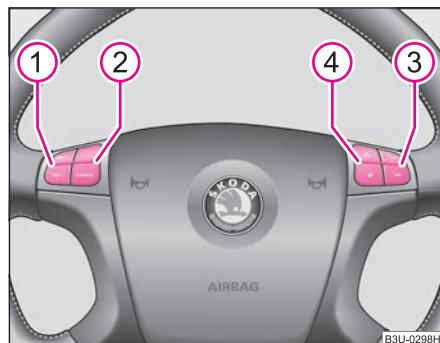

Fig. 127 Volante multifunción: Teclas de manejo
Las teclas ①, ②, ③ y ④ ⇒ fig. 127 permiten el manejo de las funciones principales del sistema regulador de la velocidad, de la radio o del teléfono. Tenga en cuenta para ello ulteriores informaciones en las respectivas instrucciones de servicio.
El sistema regulador de la velocidad se maneja con las teclas ① y ②; en la versión con teléfono, sólo con la tecla ① ⇒ fig. 127.
- Tras alcanzar la velocidad deseada, pulse brevemente la tecla ① ⇒ fig. 127 hasta la posición **SET-**. El vehículo mantendrá la velocidad memorizada sin tener que accionar el pedal acelerador.
- Puede **reducir** la velocidad memorizada pulsando la tecla ① ⇒ fig. 127 en la posición **SET-**. Si mantiene pulsada la tecla, la velocidad disminuirá de forma continuada. Tras alcanzar la velocidad deseada, suelte la tecla. De este modo se registrará en la memoria la nueva velocidad memorizada. ►
- El sistema regulador de la velocidad se desconecta temporalmente en la versión sin teléfono con la tecla **2** ⇒ **página 144, fig. 127** en la posición **CANCEL**; en la versión con teléfono, desplazando el conmutador **A** a la posición intermedia anterior a la posición **OFF** ⇒ **página 135**.
La radio se maneja con las teclas **3** y **4**; en la versión con teléfono, con las teclas **2**, **3** y **4** ⇒ **página 144, fig. 127**.